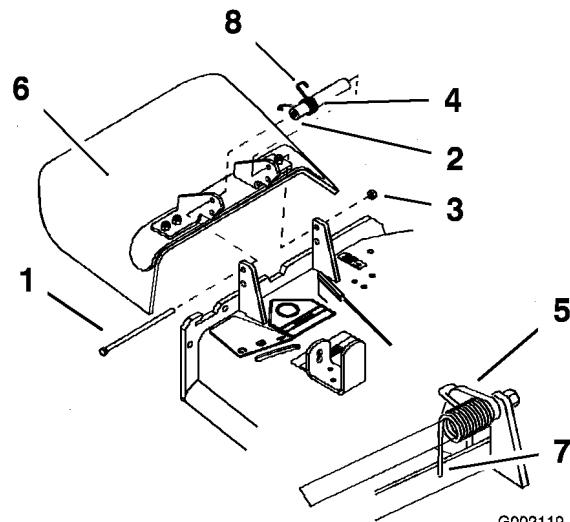

Figure 65
1. Retirez le contre-écrou, le boulon, le ressort et l'entretoise qui fixent le déflecteur aux supports de pivot (Figure 65). Enlevez le déflecteur s'il est endommagé ou usé.
Remarque: Prenez soin de placer l'extrémité en **L** du ressort derrière le bord du plateau avant de mettre le boulon en place, comme indiqué à la Figure 65.
3. Remettez le boulon et l'écrou. Accrochez l'extrémité en **J** du ressort au déflecteur d'herbe (Figure 65).